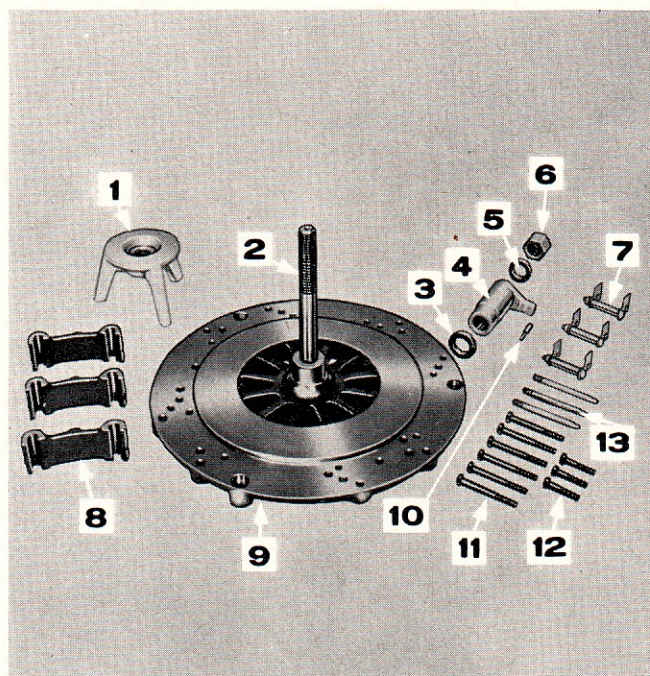

Figure 27: Montage universel pour embrayage SW.510 (Pour embrayages doubles)
La Figure 27 représente le montage universel pour embrayage No. SW 510. Ce montage tel qu'il est représenté, comporte tous les accessoires nécessaires pour démonter, remonter et régler l'embrayage double. Les pièces composantes sont les suivantes:
1. Introduire l'extrémité moletée du pivot central No. SW 510-62 (Figure 27) dans le moyeu de la plaque support No. SW 510-60. Mettre la plaque support sur champ et poser la rondelle No. SW 510-66 (non représentée) et l'écrou No. SW 510-65 (non représenté) sur l'extrémité du pivot faisant saillie sous la plaque support. Serrer l'écrou jusqu'à ce que le pivot soit entré à fond dans son moyeu.
2. Boulonner sur l'établi la plaque support assemblée No. SW 510-60 (Figure 27).